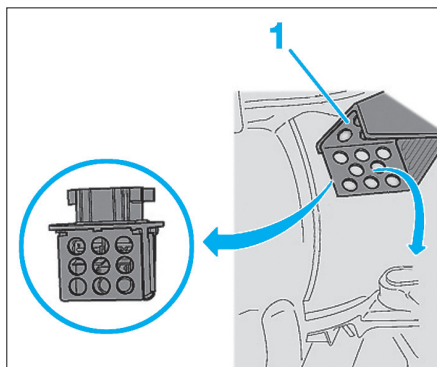

Fig. 28
- Saisir le boîtier de résistance vitesse pulseur (1) par le capot protecteur et le déverrouiller du conduit en tournant vers la gauche (Fig.28).